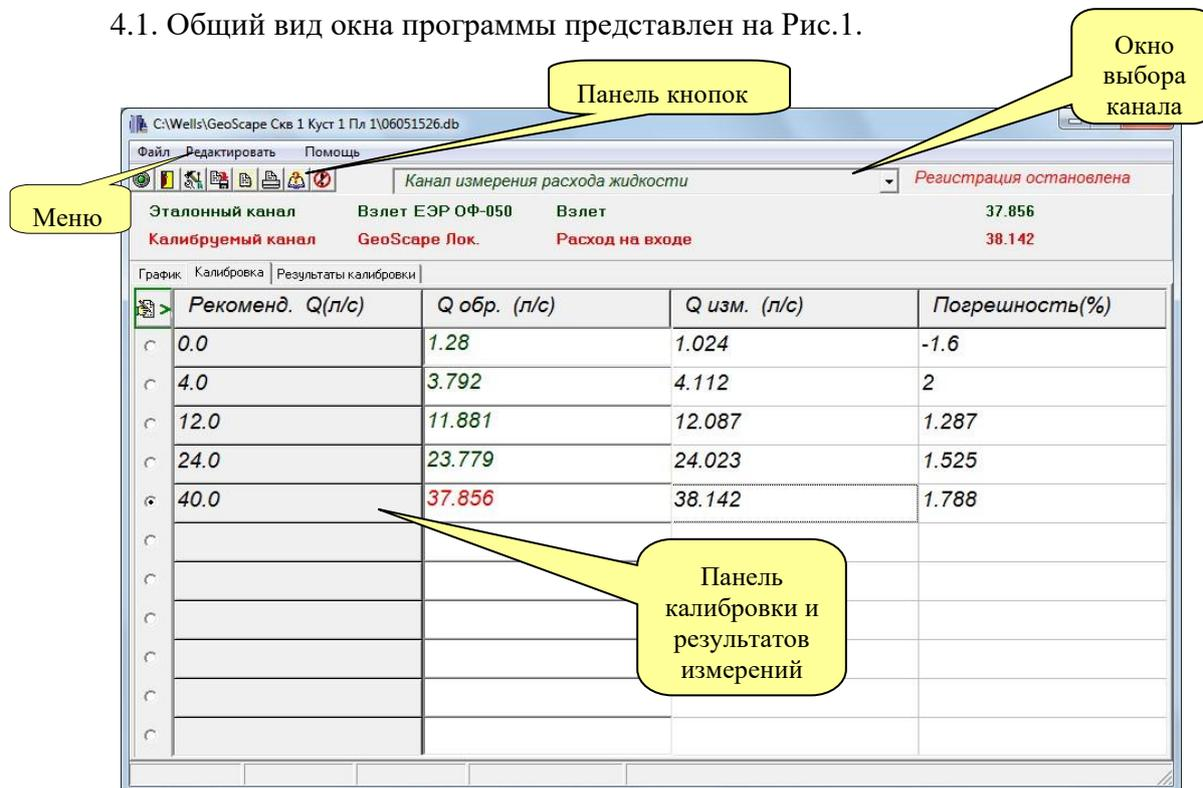

Рис. 1
4.1. Общий вид окна программы представлен на Рис.1.
После завершения настройки измерительных каналов в главном окне программы (Рис. 1) появляются сведения об источнике данных для эталонного СИ и калибруемого ИК,
В первый столбец таблицы калибровки (Рис.1) выводятся рекомендованные значения калибруемого параметра, занесенные в служебный файл калибровки соответствующего измерительного канала. Во второй – значения от эталонного СИ. В третий – значение параметра от калибруемого ИК. В четвертый – рассчитанная погрешность измерения.
Расчет погрешности измерения осуществляется по кнопке  (**Калибровка**) в левом верхнем углу на закладке “Калибровка” (Рис.1).